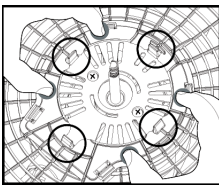

Figura 06
7. Pressionar a região central da Grade Traseira contra as travas do motor até ouvir um "clique" (**Ver figura 06**).